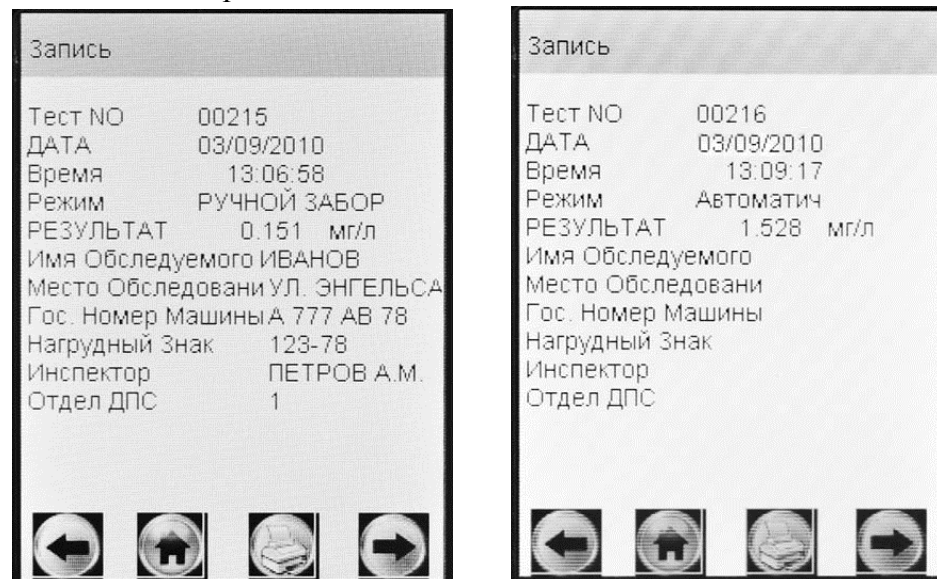

Рисунок 25 – Просмотр памяти
данными, введенными в предназначенные для заполнения поля (рисунок 25, слева).
2.12.3 Если измерения производились в режиме измерения без ввода данных, в памяти хранятся только результаты измерения совместно с автоматически сохраняемыми данными (рисунок 25, справа).
- находясь в окне «Запись» (рисунок 25), зажмите и удерживайте сервисную кнопку и кратковременно нажмите кнопку включения/выключения; на экране появится окно перехода к требуемому протоколу (рисунок 26);